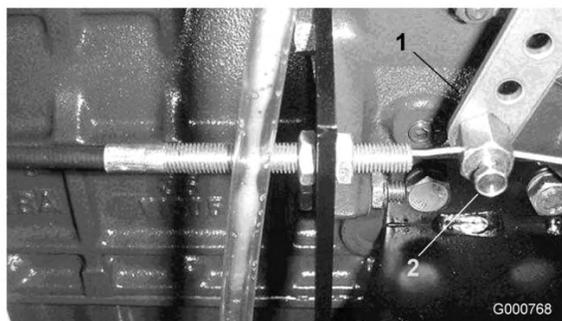

Figura 58
- Allentate il connettore del cavo dell'acceleratore, sulla leva della pompa di iniezione (Figura 58).